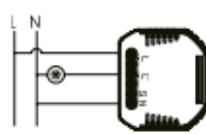

Рисунок 2.2
- без выключателя [см. рисунок 2.2];